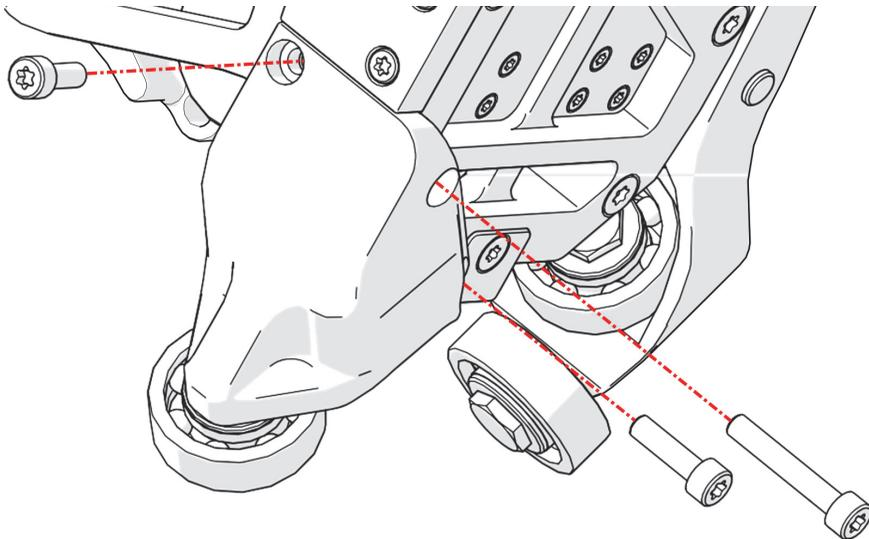

Figura 2-27 Extracción de los tornillos del ensamble rueda-cojinete
6. Con un des[tornillador] Torx T-25, retire los tres tornillos a partir del ensamble rueda-cojinete izquierdo (ver Figura 2-27 en la página 107).